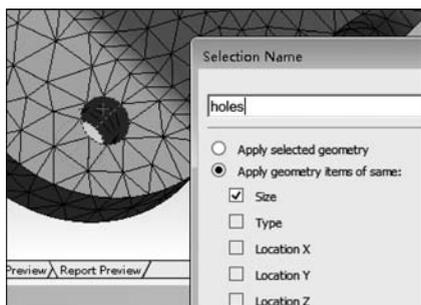

图 3.57 添加命名选择
(6) 按住 Ctrl 键, 选中一个圆柱孔的两半, 在其上右击, 选择 Create Named Selection 命令。如图 3.57 所示, 在弹出的对话框中选择 Size 命令, 并将名称设置为 holes。